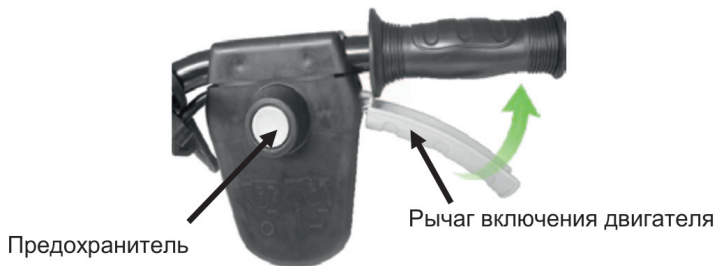

Рис. 14
2. Нажмите до упора предохранитель, затем прижмите рычаг включения двигателя к ручке и двигатель запустится. После чего отпустите предохранитель (рис. 14).